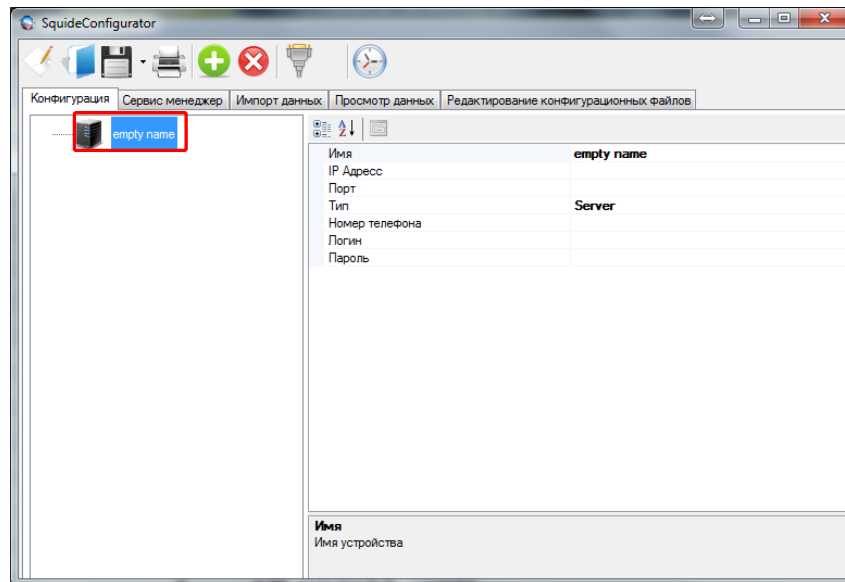

Рисунок 8.3 – Вкладка «Конфигурация»
2. Перейти на вкладку «Конфигурация» и выделить значок сервера, рисунок 8.3